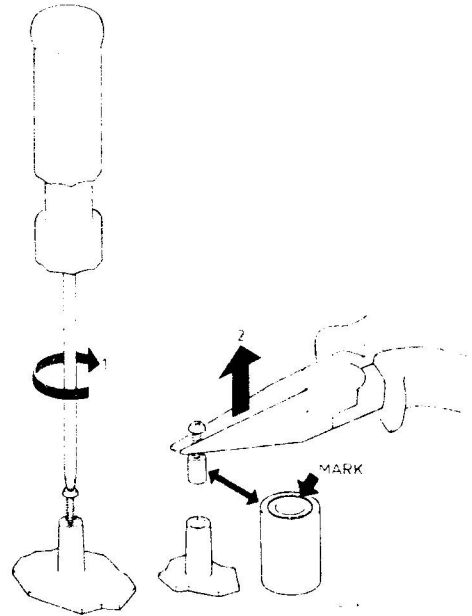

Fig. 6
- De beide lagers 309 zitten in de lagerhouder 286 geklemd. De lagers zijn eenvoudig te verwijderen door een zelftapschroef in het te verwijderen lager te draaien en met een tang het lager uit de lagerhouder te trekken (Fig. 6).
- De lagers 312 zitten in de lagerhouder geklemd. De lagers zijn eenvoudig te verwijderen door een zelftapschroef in het te verwijderen lager te draaien en met een tang het lager uit de lagerhouder te trekken (fig. 6).